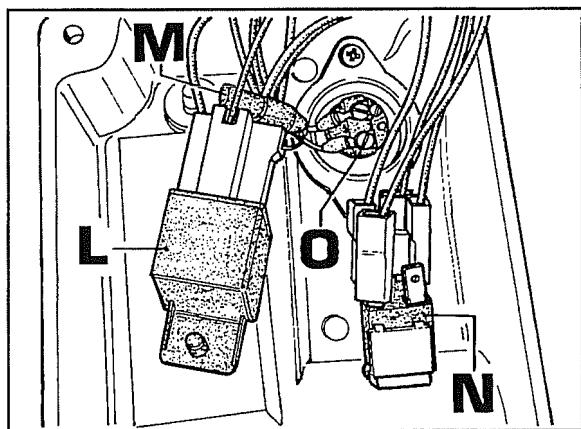

Fig. 9
5. Se altrimenti dal ponticello sopra descritto non si dovesse rilevare alcuna misurazione di corrente, occorrerà verificare con tester, l'efficienza dell'interruttore alza e abbassa **N**, del relè **L**, del diodo **M**, e dell'interruttore di sicurezza **O** illustrati in fig.9, situati sotto al relativo supporto montato sul parafango destro della piattaforma.